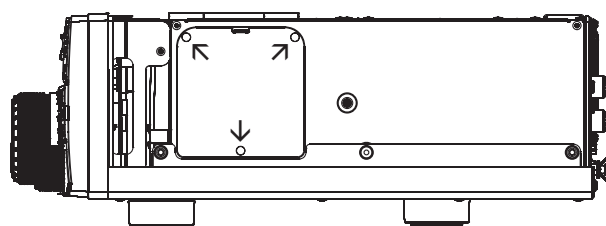

FIGURA 2
4. Si observa la Figura 2, notará una placa en el costado derecho del transceptor. Detrás de esta placa se encuentra el punto de montaje para el filtro optativo. Suelte los tres tornillos que sujetan la placa metálica y proceda a retirarla del radio.